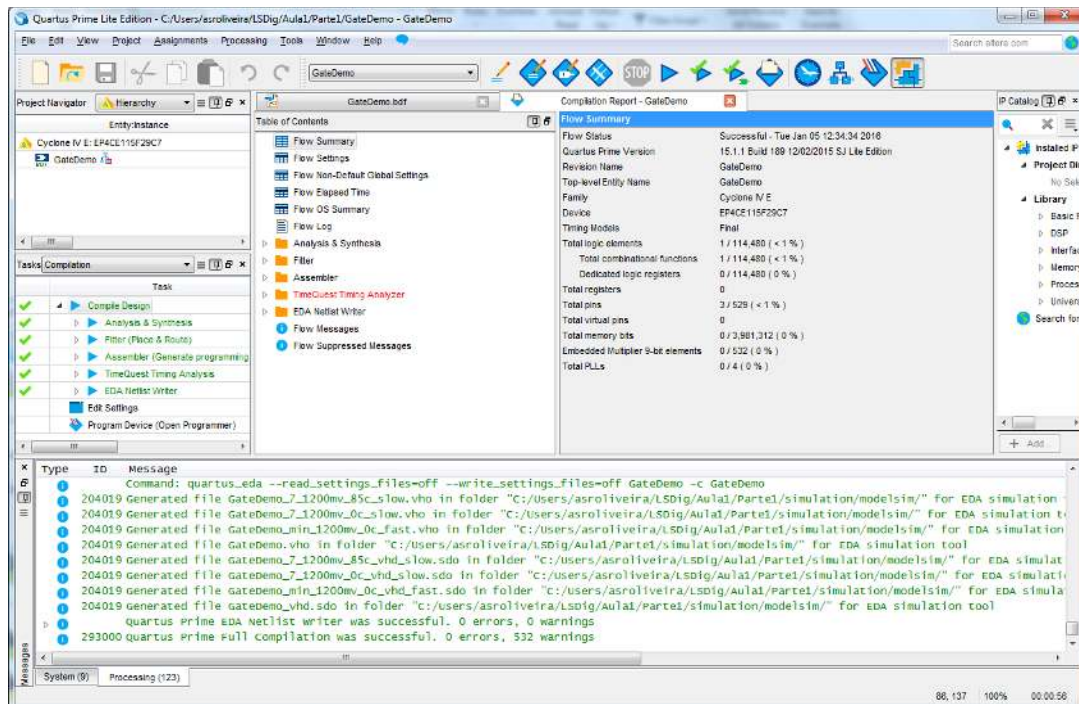

Figura 24 – “Quartus Prime” IDE após compilação (implementação) completa do projeto.
16. Efetue a síntese e implementação do projeto através do comando “*Compile Design*”. No final da compilação o IDE deve apresentar o aspeto da Figura 24.